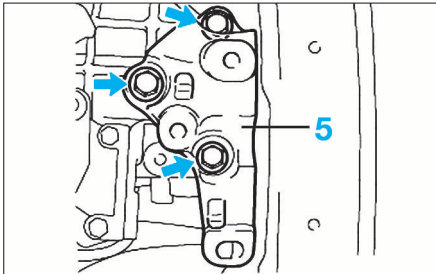

FIG. 5
- Déposer la patte (5) de support moteur de la boîte-pont mécanique (fig. 5).